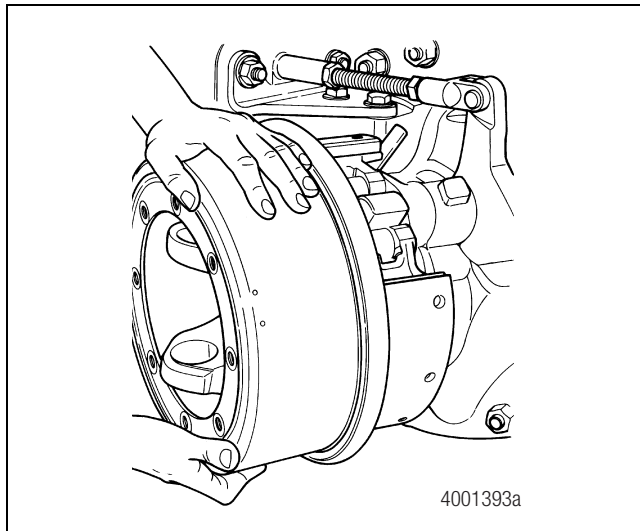

Figure 3.23
4. Retirer les boulons, écrous et rondelles fixant le tambour de frein au flasque de la chape. Faire coulisser le tambour sur l'arbre de transmission. Figure 3.23.